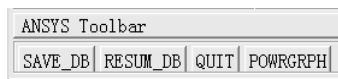

图 2-176 工具条
(6) 单击操作界面左上角处的“SAVE_DB”按钮(见图 2-176),保存文件。